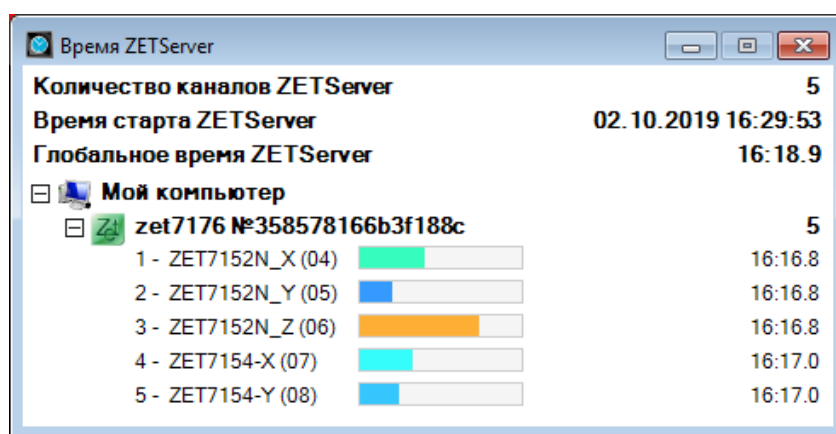

Рис. 4.2 Программа «ZETServer»
6. Убедиться, что в программе «ZETServer» отображается полный список измерительных каналов, принадлежащих цифровым датчикам системы, а также идет время по всем измерительным каналам (Рис. 4.2).